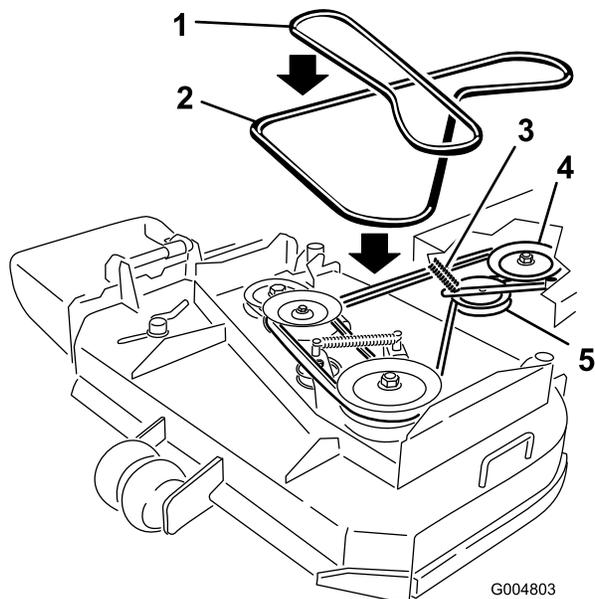

Figura 45
- Rotolate la cinghia lontano dalla puleggia centrale sulla scocca del motore (Figura 45). Fate attenzione quando togliete la cinghia poiché la tensione aumenterà a causa della puleggia tendicinghia a molla.
- Togliete la cinghia dalla puleggia del motore e dalla puleggia tendicinghia a molla (Figura 45).
- Montate la cinghia sulla puleggia del motore e sulla puleggia tendicinghia a molla (Figura 45).
- Rotolate la cinghia nella puleggia centrale sulla scocca del motore (Figura 45). Fate attenzione quando